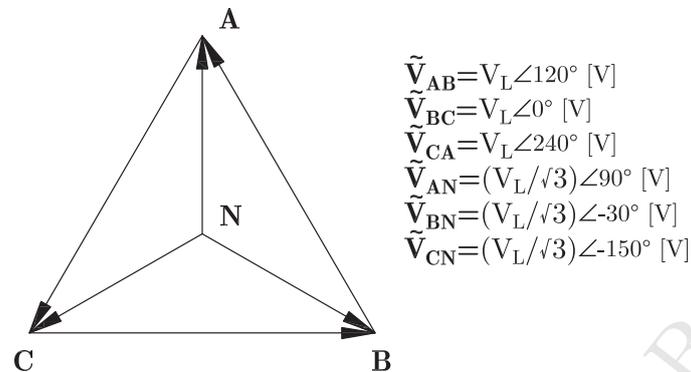

Figura 1: Fasores de las tensiones de referencia (ver página 197, Fig 14-5 (a) de [3]).
**Problema:** Para un circuito trifásico en estrella con  $Z_a = 300 + j300 - j600 \Omega$ ,  $Z_b = 400 + j600 - j400 \Omega$ ,  $Z_c = 600 + j1200 - j600 \Omega$ . Calcular: a) La corriente en las tres fases, las corrientes de líneas, los voltajes de fase y de línea, b) La potencia activa por fase y trifásica, c) La potencia reactiva por fase y trifásica, d) La potencia aparente por fase y trifásica y e) El factor de potencia FP de la carga. f) Trazar el diagrama fasorial de tensiones de fase y de línea en la carga. g) Trazar el diagrama fasorial de corrientes de fase y de línea en la carga. h) Trazar en un mismo diagrama fasorial la tensión y la corriente de fase de la carga. i) Trazar en un mismo diagrama fasorial la tensión y la corriente de línea de la carga. **Nota:** Usar el diagrama de tensión de la Figura 1 y especificar claramente la escala utilizada. Usar también regla y transportador, se sugiere utilizar colores.